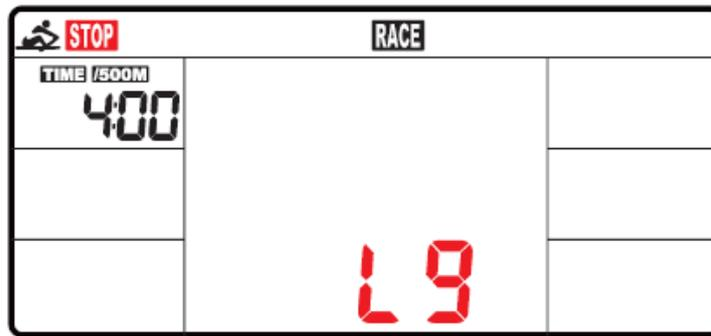

Abb.5
2. **RACE (Rennen, Abb.5):** Nach Auswahl des “RACE“-Modus blinkt “L9“. In “TIME/500M” wird 4:00 angezeigt. Wählen Sie mit UP und DOWN eine Schwierigkeit von L1 ~ L15. Drücken Sie ENTER zur Bestätigung. Stellen Sie dann die Renndistanz ein (500 m bis 10,000 m). Nach dem Druck auf ENTER wird auf dem Computer eine Animation dargestellt. Die Zeitvorgaben für 500 m (TIME/500M) sind wie folgt: